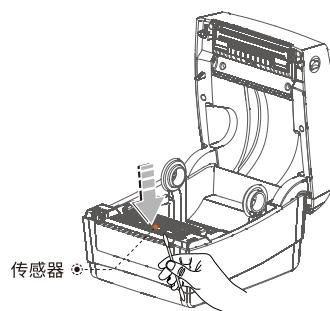

图2
- (1) 关闭打印机的电源，打开上盖，如果有纸，将纸去除；
- (2) 用柔软的棉布蘸无水乙醇（应拧干）擦除传感器表面的灰尘、污点；(图2)
- (3) 等待无水乙醇完全挥发后，合上上盖，重新试机。